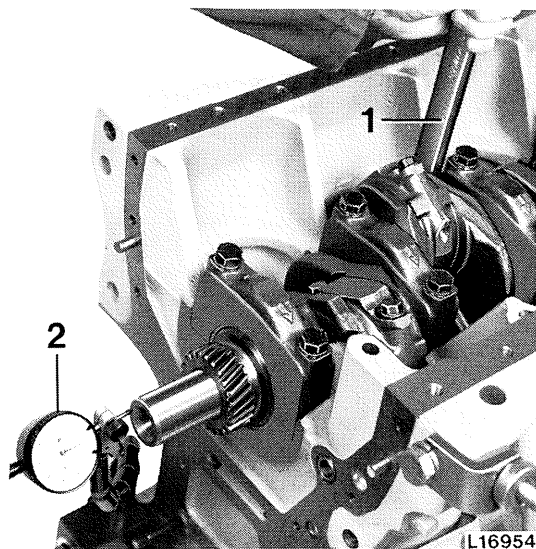

Fig. 3 – Mesure au comparateur du jeu axial du vilebrequin
1. Fixer un comparateur sur le bloc, comme le montre la figure 3, ou de façon similaire, et l'appliquer en bout de vilebrequin.